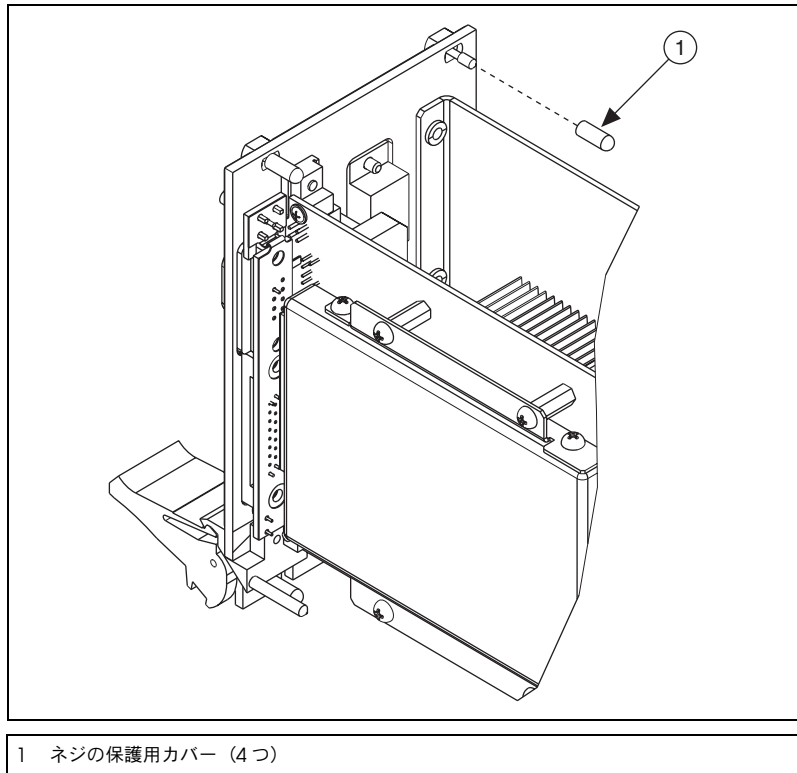

図 2-1 ネジの保護用カバーを外す
4. 図 2-1 に示すように、4 本のブラケット固定ネジから保護用プラスチックカバーを外します。